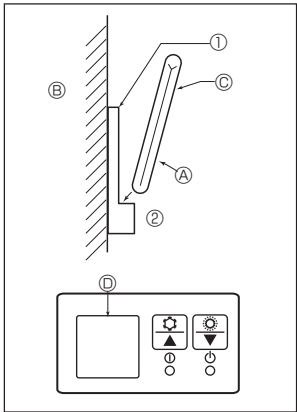
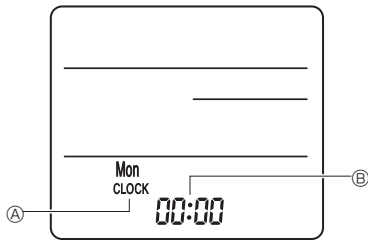

Fig. 6-4
Fig. 6-5
2) **Метод установки (Fig. 6-4)**
- ① Прикрепите держатель пульта дистанционного управления в нужном месте с помощью 2 самонарезающих винтов.
- ② Установите нижний конец пульта дистанционного управления в держатель.
3) **Настройка (установка времени) (Fig. 6-5)**
- ① Вставьте батарейки или нажмите кнопку каким-нибудь предметом с острым концом. Индикация [CLOCK] (ЧАСЫ) А и [.] Б будет мигать.
- ② Нажмите кнопку RESET каким-нибудь предметом с острым концом.
- ③ Для установки значения времени пользуйтесь кнопкой .
- ④ Нажмите кнопку каким-нибудь предметом с острым концом. Загорятся [CLOCK] (ЧАСЫ) и [.] .